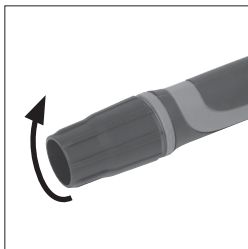

Abb. 1
- Lockern Sie die Hülsenmutter. (**Abb. 1**)